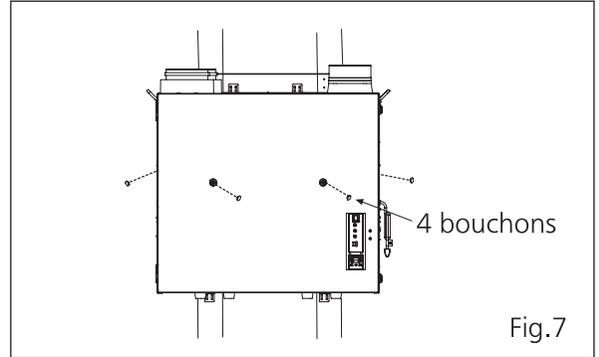

Fig.7
5. Installez les bouchons dans les trous sur le couvercle du boîtier. (Fig. 7)